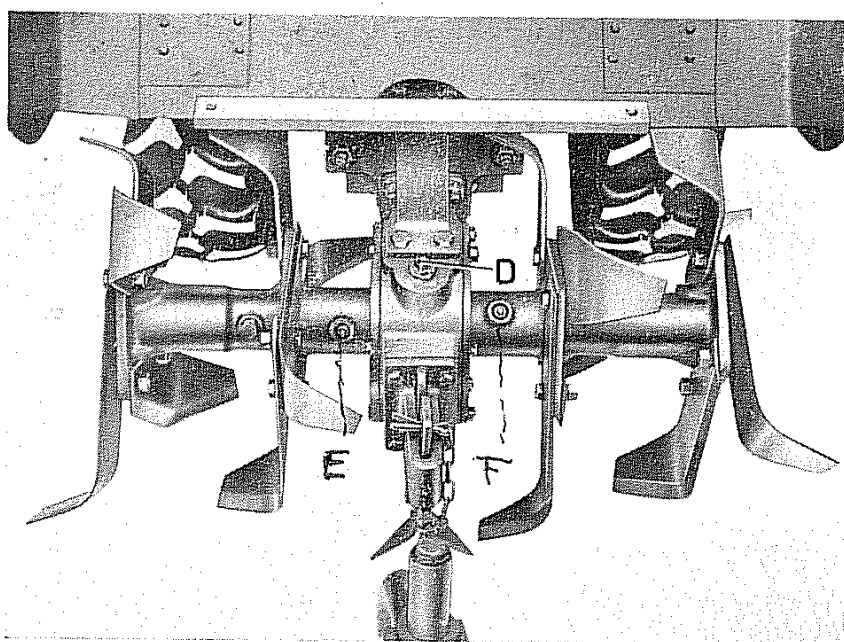

fig. 8
A tal fine togliere i bulloni e tiranti che uniscono la fresa alla macchina quindi capovolgere la fresa stessa e svitare il tappo (D) fig. 8. Sostituire nuovo olio per cambi, classe SAE 90 sulla quantità di 1 litro circa.